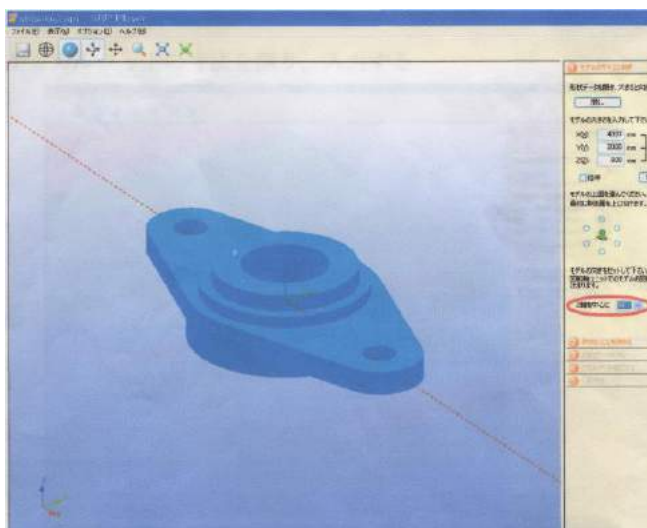

Fig.10 加工データの作成
2. 右中央で Z 軸を回転させ、X 軸が最も長くなるように設定する (図 10)